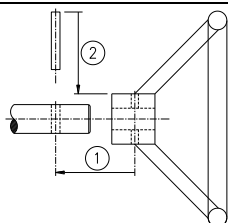

Рисунок 5: установка штурвала
2. Рекомендуется установить штурвал на входной вал перед установкой редуктора на арматуру (см. рисунок 5).